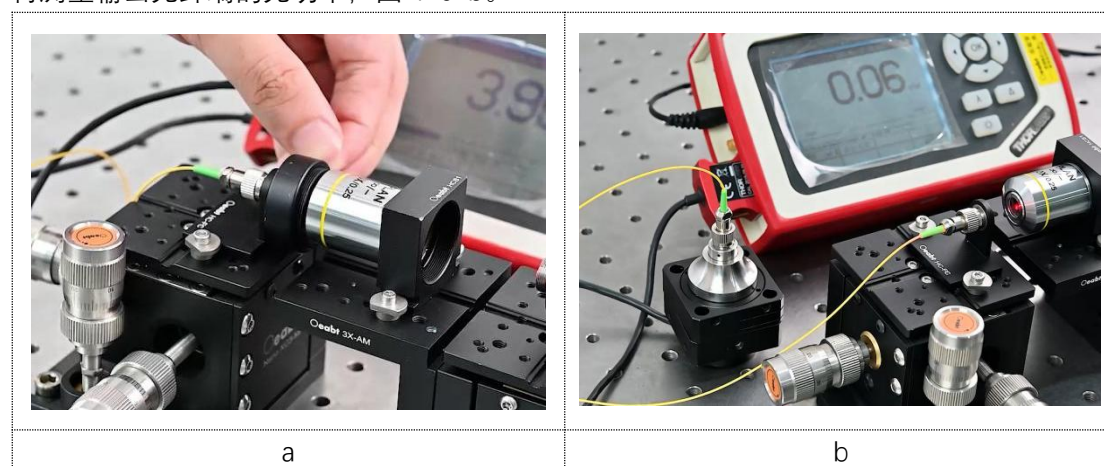

图 4-6
②、连接功率计监测，将探头放至物镜聚焦光斑处测量输入光功率，并记录，图 4-6-a；再测量输出光纤端的光功率，图 4-6-b。